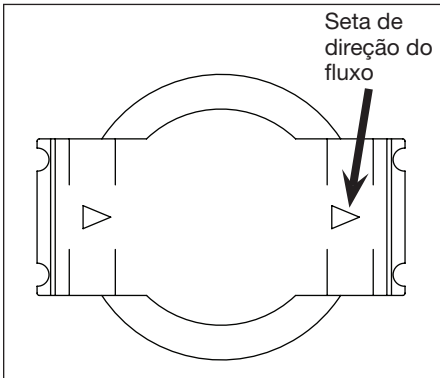

Figura 2 - Detalhe exibindo o local da seta de direção de fluxo
1. Localize a seta de direção do fluxo de ar (Consulte a Figura 2, detalhes). Esta seta mostra a direção do fluxo do ar.
- Verifique se a seta está voltada para a direção do fluxo do ar. (Consulte a Figura 2)